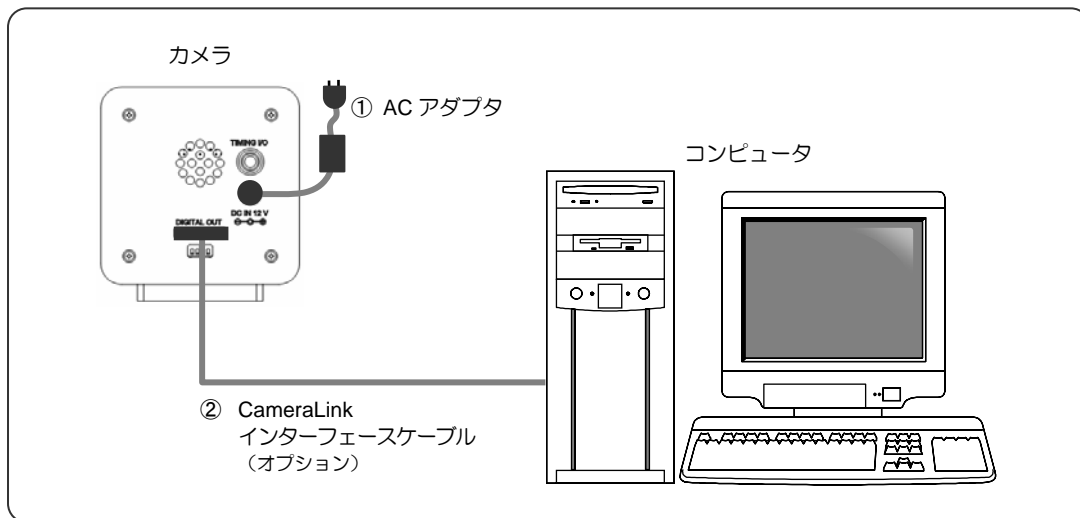

図 7-1
- (1) 図 7-1 に従ってケーブルを接続します。
- (2) コンピュータの電源を入れます。